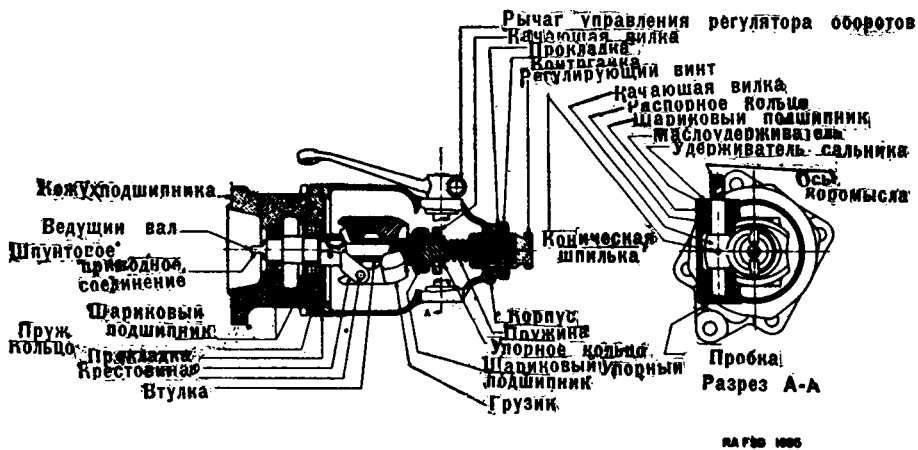

Рис. 43. Регулятор оборотов двигателя дизель “Гуильберсон”.
53. Регулятор оборотов (рис. 43).